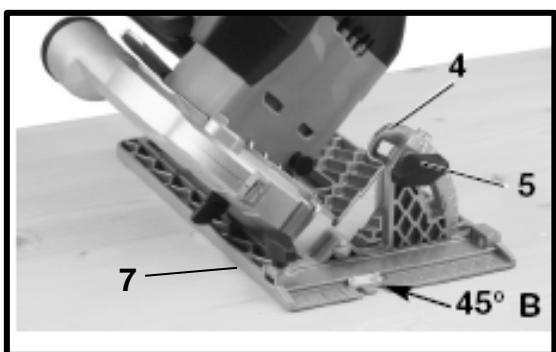
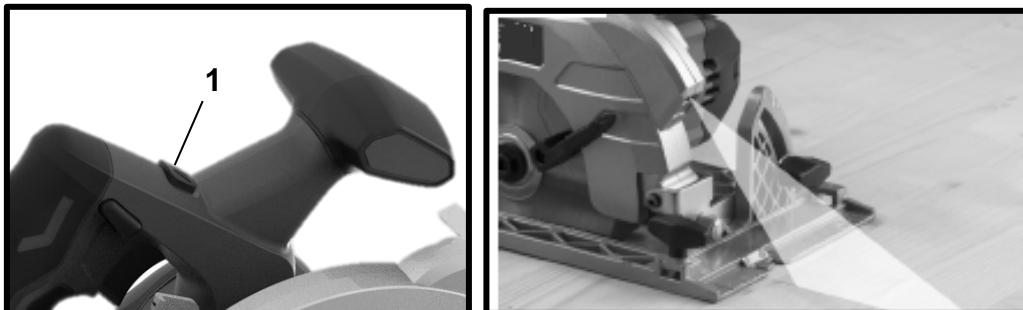

Рис.11
Рис.12
6.8. Резка под углом 0 - 45° (Рис.11).
- Ослабьте фиксатор регулировки наклона (5) Рис.11.
- Наклоните опорную плиту (7) на нужный угол ориентируясь на шкалу угла наклона (4).
- Затяните фиксатор регулировки наклона (5), чтобы зафиксировать опорную плиту (7).
6.9. Включение/выключение лазера (Рис.12).
Данная дисковая пила оборудована лазерной линейкой для точного прямолинейного пропила. Для включения лазера необходимо при установленном аккумуляторе однократно нажать на кнопку включения/выключения лазера (1) Рис.12. Для выключения необходимо повторно однократно нажать на кнопку включения/выключения лазера (1).